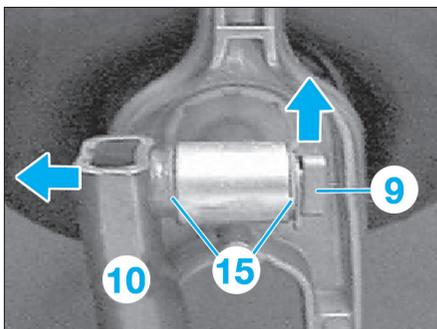

Fig. 9
- Dégager le clip de sécurité (9) (Fig.9).
- Décrocher la tige de commande (10).
- Graisser la tige de commande et faire attention à la bonne position des rondelles entretoises (15) (Fig.9).